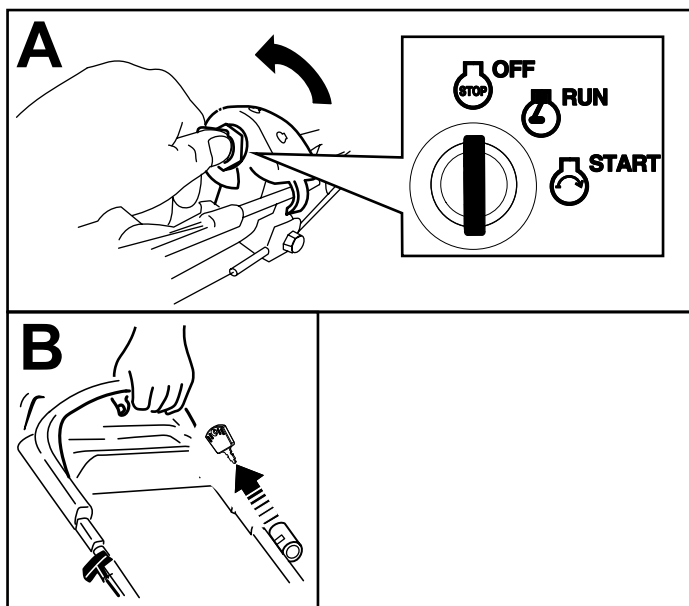

Figura 19
1. Rode a chave da ignição para a posição DESLIGAR (A da Figura 19).
2. Quando o motor parar, retire a chave da ignição e leve-a consigo quando se afastar da (B da Figura 19).